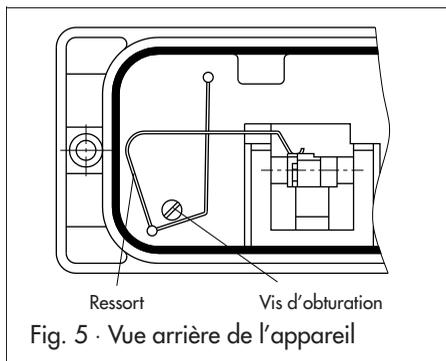

Fig. 5 - Vue arrière de l'appareil
L'étanchéité de la liaison a lieu par le joint. Enlever la vis de fermeture à l'arrière du boîtier du positionneur (fig. 5) et obturer la sortie latérale de pression de commande "output" par le bouchon fourni en accessoire.
Le ressort (fig. 5) faisant partie des accessoires doit être accroché à l'arrière du boîtier de positionneur pour assurer une position juste du doigt de palpation (27) dans la fourchette (28).
Important : Pour que le galet soit bien en contact permanent avec la came, il est nécessaire d'accrocher le ressort fourni avec les accessoires 1400-6660 (fig. 5) à l'arrière du boîtier du positionneur.